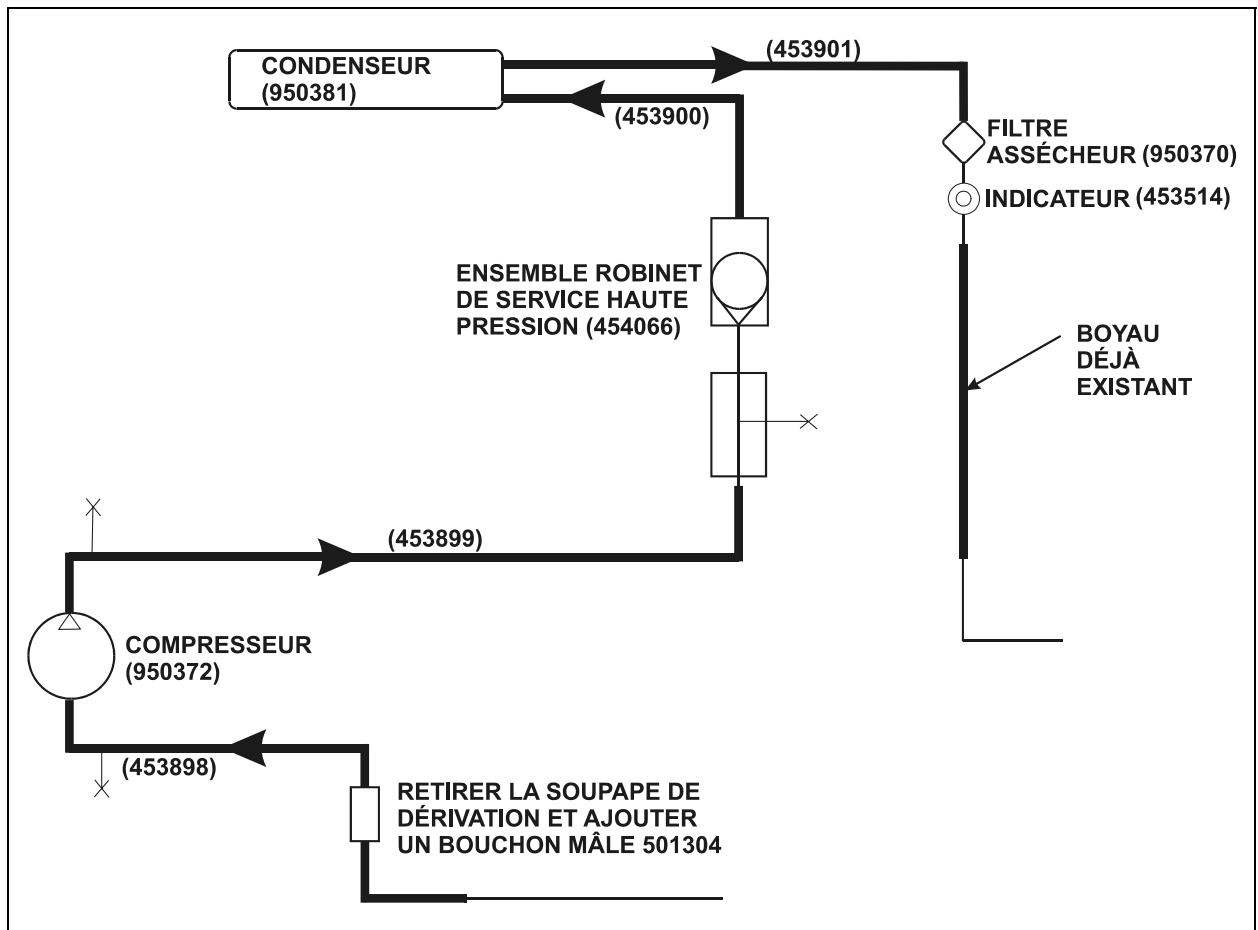

FIGURE 6 : NOUVELLE INSTALLATION
6. Déconnecter le boyau de basse pression puis retirer l'ensemble soupape de dérivation et le manostat de haute pression. Visser le bouchon mâle (501304) sur le raccord en T du manostat de basse pression (voir la figure 6).